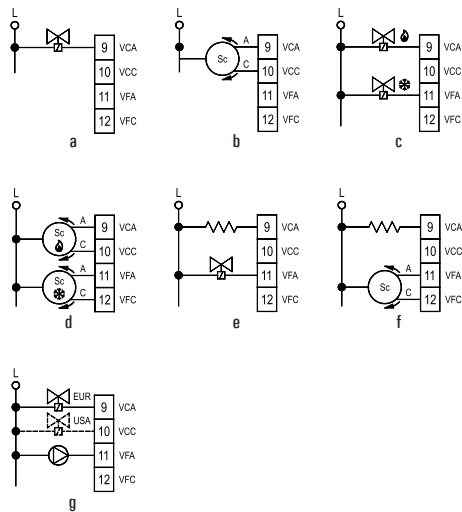

Fig. 8: Possibili varianti per connessione valvole
- 7 Eseguire i collegamenti elettrici seguendo lo schema di collegamento di Fig. 7 e le possibili varianti in Fig.8; leggere attentamente il paragrafo "COLLEGAMENTI ELETTRICI".